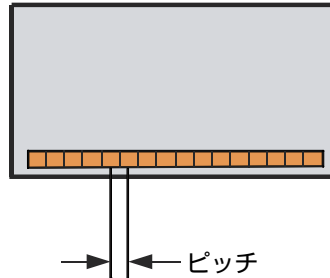

図 4-5 探触子 - 振動素子ピッチ
- d) **ピッチ**ボタンで、隣接する 2 つの振動素子の中心位置から中心位置までの水平距離を入力します。この距離は、114 ページの図 4-5 に示すとおりです。